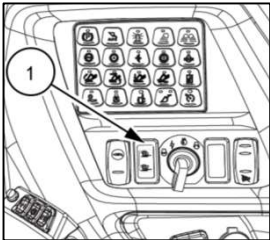

Fig. 1
1. Machen Sie sich ein Bild über die Konsistenz des zu handhabenden Materials und die Bodenbedingungen, um die Traktion (Rim Pull) korrekt einzustellen. Bedienen Sie danach den Schalter in der Nähe des Zündschlosses (Abb. 1, Ref. 1). Durch Betätigung dieses Kippschalters kann die Zugkraft durch Drücken nach oben am Schalter n-Mal in aufeinanderfolgenden +10%-Schritten erhöht oder durch Drücken des Schalters nach unten reduziert werden, wobei sie mit jedem Druck um ~10 % verringert wird.